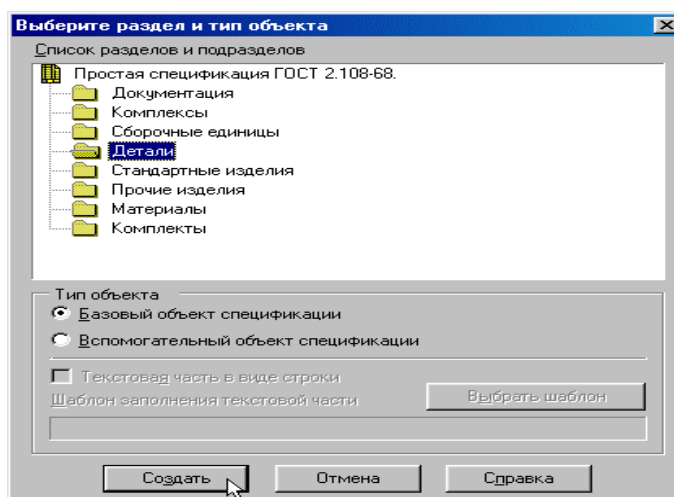

Рис. 24
2) Выполните команду **Спецификация – Добавить объект** (или из контекстного меню). В диалоговом окне **Выберите раздел и тип объекта** щелкните на разделе **Детали** и нажмите кнопку **Создать**, рис. 24.